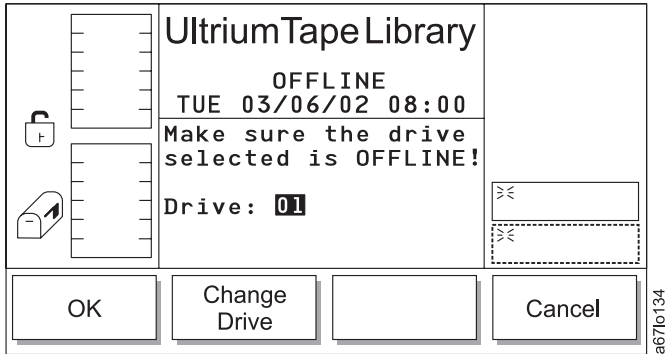

Abbildung 40. Dialog für Laufwerkauswahl
- b. Wählen Sie **Service** und dann **Drives** aus. Der Dialog für Laufwerkauswahl erscheint (siehe Abb. 40).
Tabelle 8. Übersetzung von Abb. 40, Dialog für Laufwerkauswahl